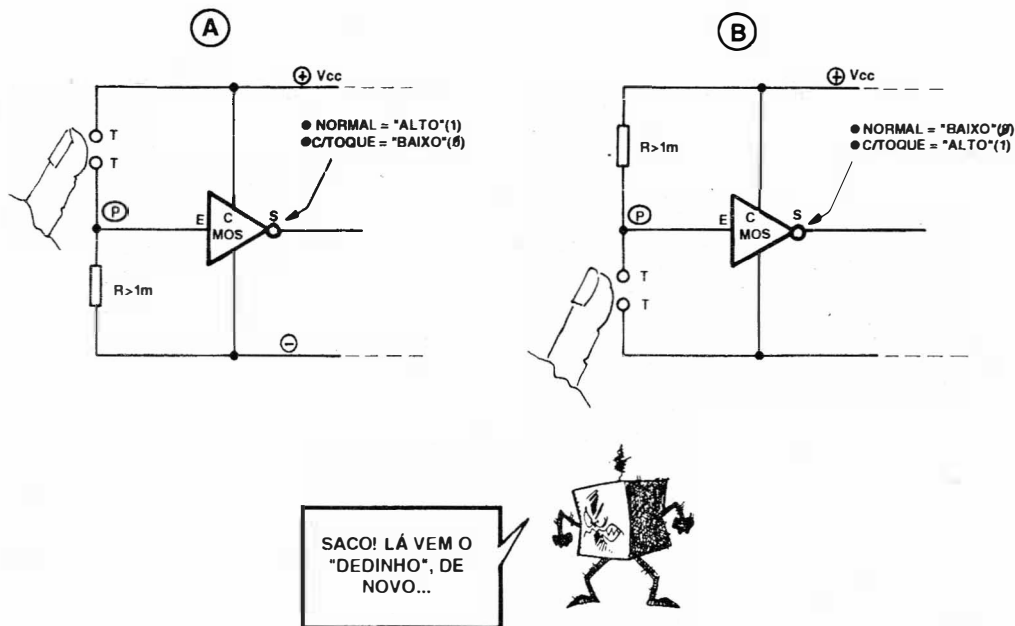

FIG. 3
- **FIG. 3 - SIMPLES COMANDOS DIGITAIS DE TOQUE, UTILIZANDO GATES C.MOS** - Um ser humano é “feito”, basicamente, de... ÁGUA! Se o corpo de uma pessoa, pesando 80 quilos, pudesse ter eliminada toda a sua água instantaneamente, restaria um “montículo” de partículas sólidas que caberia
- Outra coisa: mesmo as Entradas efetivamente **utilizadas** para dados digitais a serem aplicados aos *gates* ou blocos, não podem permanecer, em **stand by** (na "espera" de dados digitais...), em "aberto" (sem polarização CC). Conforme vemos nos diagramas da fig. 3, não importando se os dados que chegarão venham como "estados altos" ou "baixos", previamente a Entrada deverá estar recebendo uma polarização (se "baixa" ou se "alta", dependerá da estrutura lógica do bloco, do circuito e da função...) via resistor(es) dimensionados especificamente...